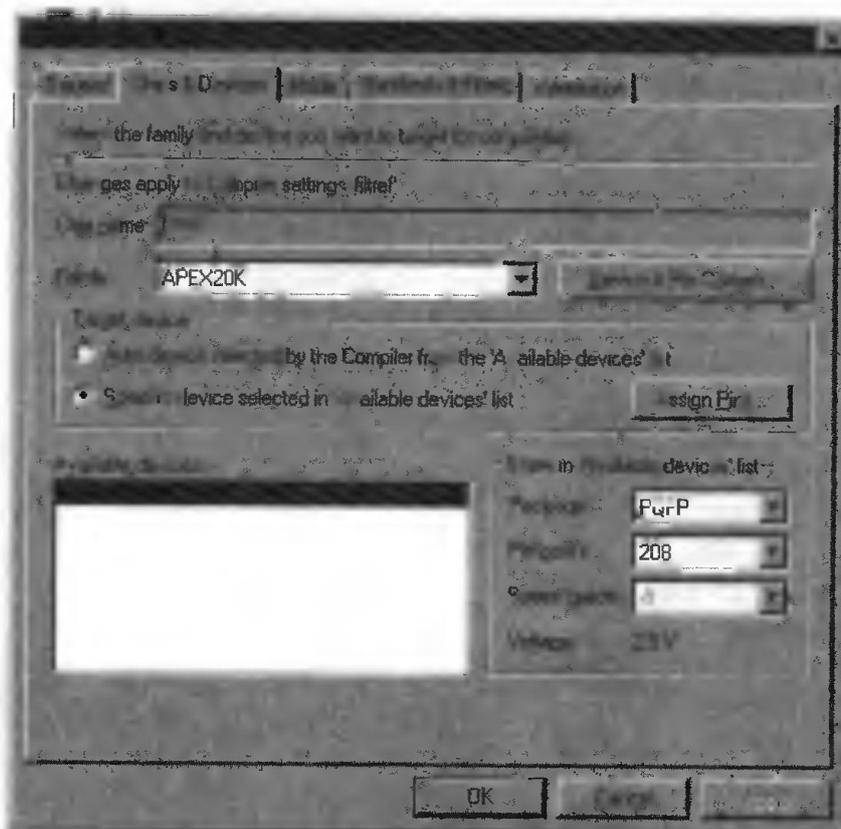

Рис. 3.34
- c) из списка **Speed Grade** (градация быстродействия) выберите **-1** (рис. 3.34).